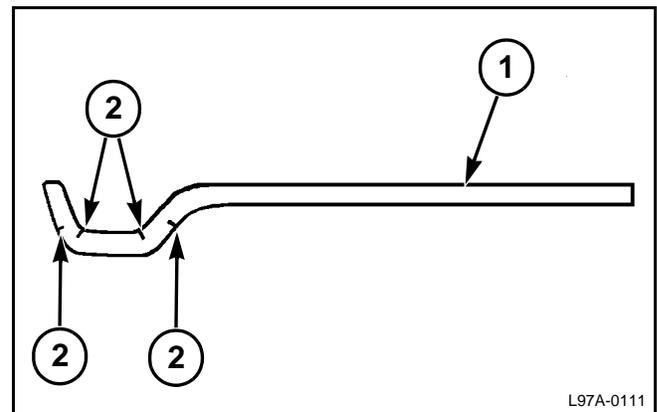

FIG. 63
FIG. 63: El portador de alambre y el conjunto de placa de reborde deben fijar por presión el alambre (1) solo lo suficiente para agarrarlo, pero sin disminuir su resistencia. Se verán cuatro marcas leves (2) en el alambre, como se muestra.